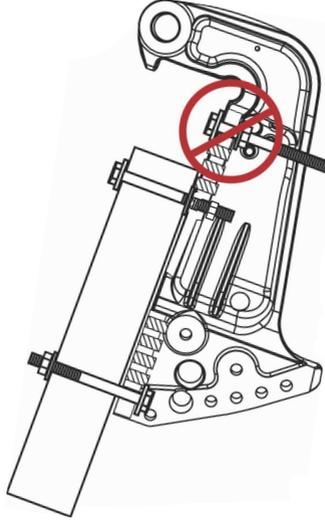

図 2
1. 適切に支持されていない状態のトランサムクランプブラケットに付属品を取り付けしないでください。図 2 を参照してください。